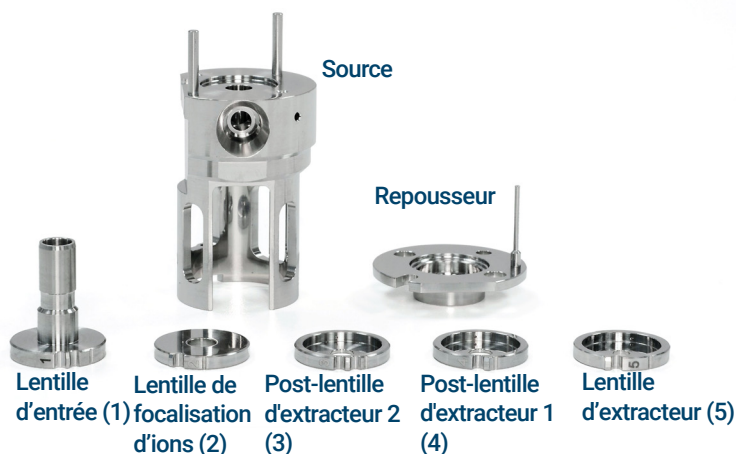

Figure 49. Pièces de la source EI HES à nettoyer
- 2 Récupérez les pièces suivantes pour les nettoyer : (Voir **Figure 49** page 174.)
- Lentille d'extracteur (5)
- Post-lentille d'extracteur 1 (4)
- Post-lentille d'extracteur 2 (3)
- Lentille de focalisation d'ions (2)
- Lentille d'entrée (1)